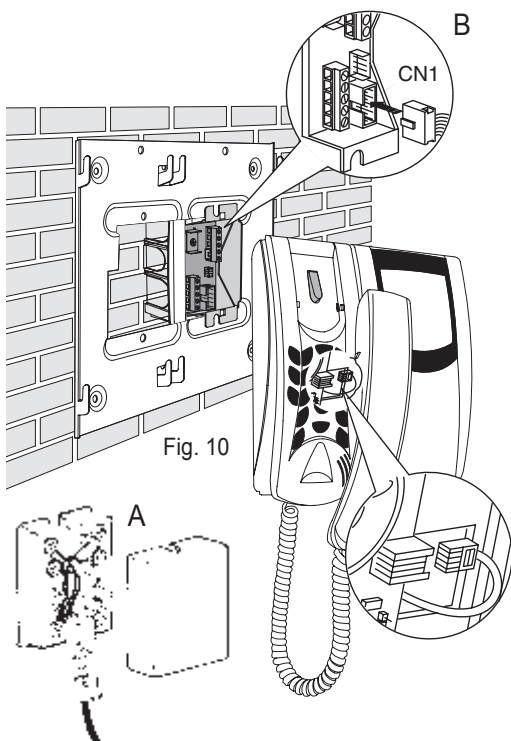

Fig. 10
- Fig. 10 Efetuar as ligações da instalação ao circuito de ligação do monitor. Inserir o cabo telefónico fornecido no conector situado na parte de trás do telefone multifunções Art. 3562. Do lado oposto do cabo ligar a ficha à linha telefónica proveniente da central telefónica através do respectivo acessório (pormenor A).
- Fig. 10 Efectuar el conexionado de la instalación al circuito de conexión del monitor. Insertar el cable telefónico suministrado con el embalaje en el conector que se encuentra en la parte posterior del teléfono multi-función Art. 3562. En el lado opuesto del cable conectar el enchufe a la línea telefónica proveniente de la central telefónica por medio del accesorio apropiado Art. 3560 (particular A).